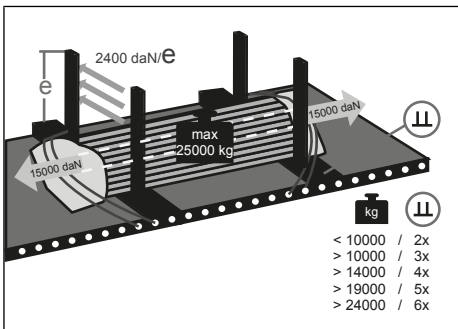

Fig. 8-21: Sistema Multi Fix
- ▶ Posicione os tubos de aço entre as barras de apoio verticais nas barras de suporte (ver "Fig. 8-21: Sistema Multi Fix", p. 155).
- ▶ Fixe uma rede de segurança nas extremidades dos tubos de aço (ver "Fig. 8-21: Sistema Multi Fix", p. 155).